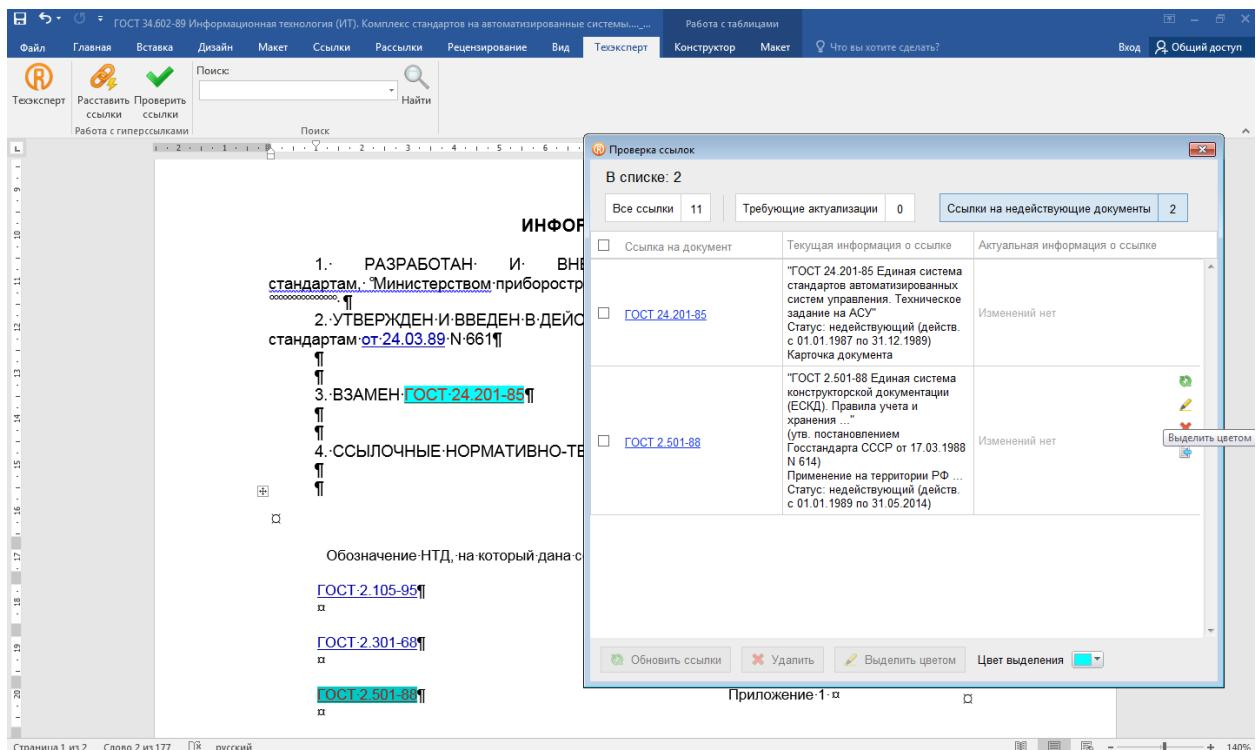

Рис. 16.2. Работа в окне проверки гиперссылок в Word
5. После расстановки гиперссылок можно их проверить. Для этого надо нажать кнопку «Проверить гиперссылки». Поверх текста откроется окно с таблицей, в которой будет представлен список из всех расставленных ссылок, классифицированных по типам: все ссылки; ссылки, требующие актуализации; ссылки на недействующие документы (рис. 16.2.). Таблица содержит также все выходные данные документов (в т.ч. дату последней и предыдущей редакции документа), актуальную информацию.
6. Теперь выделим цветовым маркером в тексте ссылки на недействующие документы. Для этого нужно выбрать вкладку таблицы «Ссылки на недействующие документы», выбрать внизу страницы понравившийся цвет маркера, навести курсор на нужный документ из списка и нажать пиктограмму «Выделить цветом» (рис. 16.2).